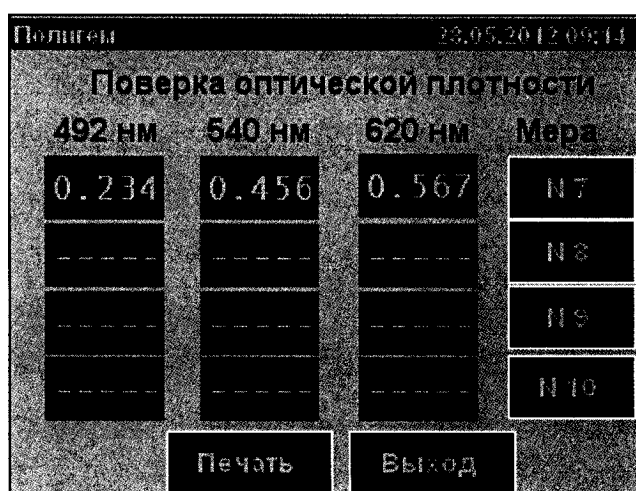

Рисунок 15. Экран для выполнения поверки оптической плотности
9.5.4.1 Нажать кнопку «Далее». При этом анализатор перейдет в режим «Проверка оптической плотности» (см. рисунок 15).